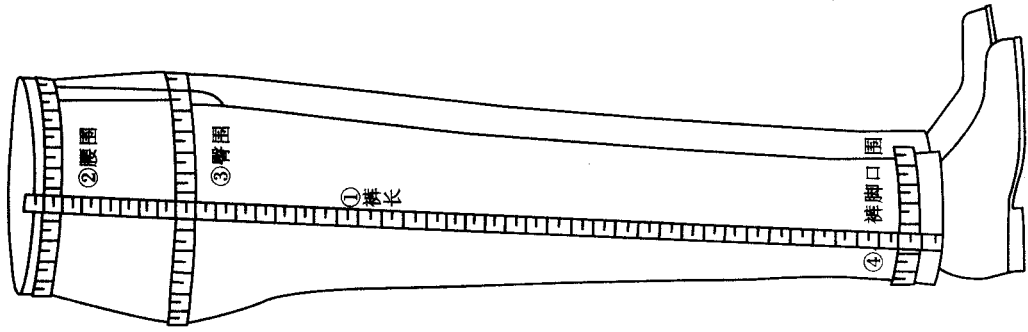

图 2-1 裤子的测量
1. 主要部位 (图 2-1)
①裤长：自体侧从腰部最细处、裤腰头的上缘，即从胯骨向上 1.5 寸处起向下量至所需的长度。一般量至脚跟（鞋垫）的部位，对穿高跟鞋女士可量至脚跟向下 1 寸的位置，此尺寸为裤子的基本长度，可依个人爱好和流行情况适当增减。
②腰围：在腰部最细处水平围量一周，得到的净尺寸再加放松量 1~1.5 寸。如系腰带量，软尺则沿腰带外侧测量，不需再加放松量，以实测值为准。
③臀围：在臀部最丰满处水平围量一周，得到净尺寸，根据穿着的多少加放松量，一般裤加放 1.5~2 寸，老年裤加放 3 寸以上。
④裤脚口围：在裤脚口部位水平围量一周的尺寸。
①上裆长：被测量者坐在椅子上，从腰部最细处，即胯骨往上 1.5 寸处量至椅面的长度。也可根据臀围尺寸来计算，即 $\frac{2H}{10} + 2.5$ 寸。
②横裆围：大腿根水平围量一周的尺寸。正常体不需测量该尺寸。
③中裆围：膝盖处水平围量一周的尺寸。